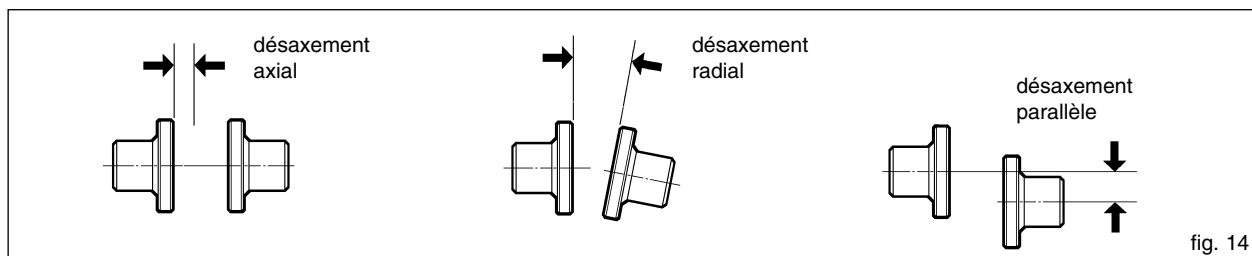

fig. 14
- Serrer les boulons des tire-fonds, vérifier l'alignement comme indiqué sur la figure 14 et les régler, selon le type de joint, comme indiqué dans les paragraphes 12.10; 12.11 et 12.12.